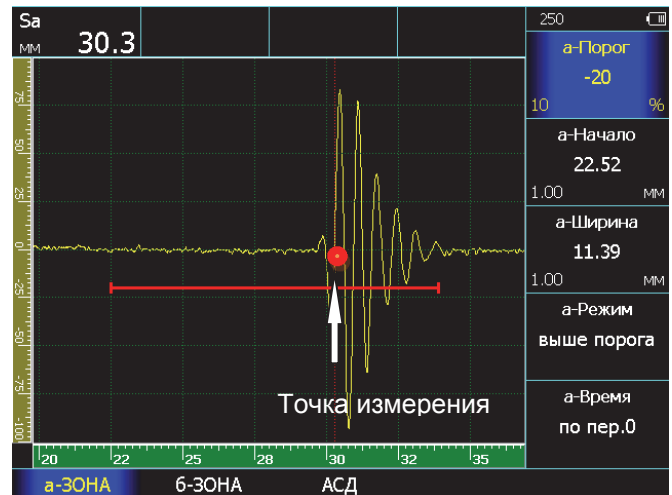

Рис.3-5 Измерение времени прихода сигнала 'по переходу через нуль'
- время пересечения первым сигналом, превышающим порог зоны контроля «нулевой линии» координат, называемое измерение по переходу через нуль (режим - «**по пер.0**», рис.3.5).